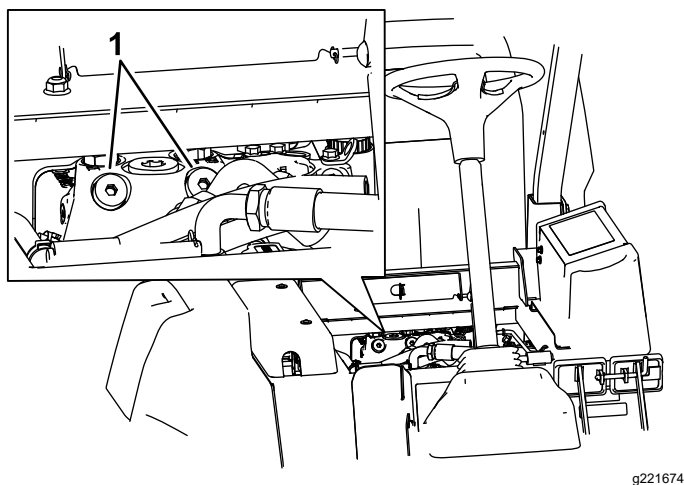

Figura 40
1. Levante el asiento y localice las válvulas de desvío, que están situadas debajo de la parte delantera del depósito de combustible (Figura 40).